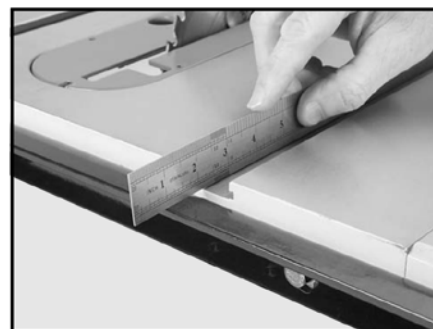

Рис. 5
**Примечание:** *перед затяжкой крепежных элементов проверьте, чтобы верхняя сторона задней направляющей была установлена вплотную к нижней стороне болтов с Т-образной головкой. Таким образом, после установки приспособления для распила под углом будет обеспечено его плавное перемещение. См. Рис. 5, Рис. 6.*